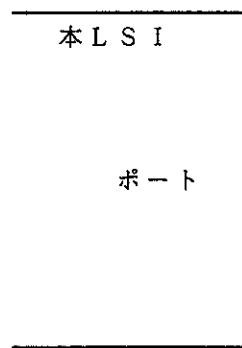
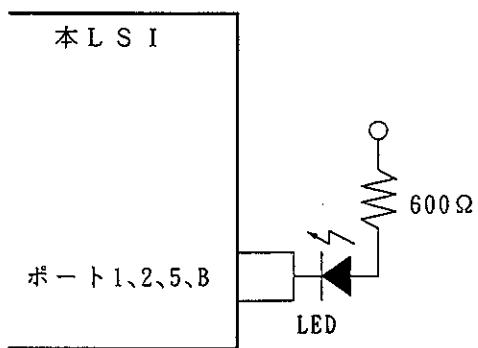

図21.4 ダーリントントランジスタ駆動回路例
図21.5 LED駆動回路例
2. ダーリントントランジスタや、LEDを直接駆動する場合には、図21.4、図21.5に示すように、出力に必ず電流制限抵抗を挿入してください。